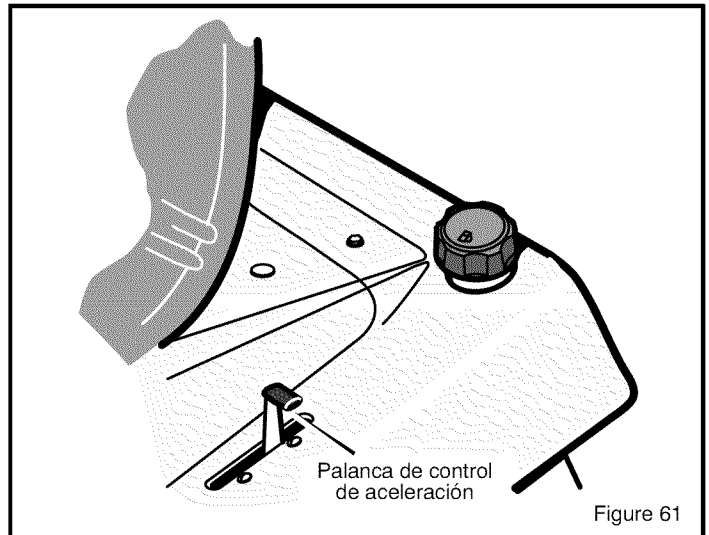

Figure 61
4. Empuje completamente hacia adelante la palanca de control de aceleración hasta la posición **AHOGAR** o **RÁPIDO** (Figure 61).